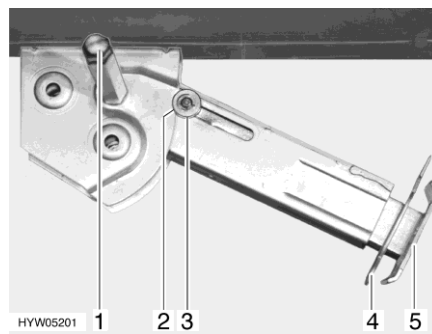

Fig. 28 Apoyo de elevación
- Colocar la llave de vaso en el hexágono (Fig. 28,1) y girarla hasta que el apoyo de elevación quede verticalmente hacia abajo.
- Extraer la clavija hendida (Fig. 28,4) de la prolongación del pie de apoyo (Fig. 28,5).
- Colocar la llave de vaso en el hexágono (Fig. 28,1) y girarla hasta que el apoyo de elevación esté de nuevo libre del suelo.
- Introducir totalmente la prolongación del pie de apoyo (Fig. 28,5) e introducir la clavija hendida (Fig. 28,4) en el orificio previsto para ello que hay en la prolongación del pie de apoyo.
- Girar con la llave de vaso en el hexágono (Fig. 28,1) hasta que el apoyo de elevación bascule hacia arriba y la arandela de guía (Fig. 28,3) esté totalmente introducida en la entalladura (Fig. 28,2).